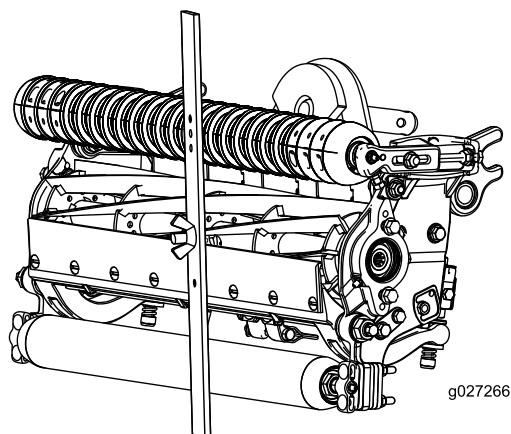

図 17
3. ゲージバーのねじの頭を下刃の先端に引っかけ、バーの後端を後ローラに当てがう 図 17。
4. バーの前端がローラに当たるように、調整ねじで調整する 図 17。ローラ全体が下刃と平行になるように、ローラの両側を均等に調節する。